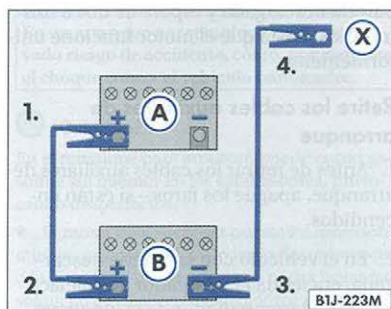

Fig. 159 Secuencia de conexión de los cables auxiliares de arranque
3. Conecte un extremo del cable auxiliar de arranque rojo al terminal positivo ⇒ fig. 159 (+) del vehículo con la batería descargada ⇒ fig. 159 (1A) ⇒ ⚠.
4. Conecte el otro extremo del cable auxiliar de arranque rojo al terminal positivo ⇒ fig. 159 (+) del vehículo que suministrará la corriente ⇒ fig. 159 (2B) ⇒ ⚠. ▶
5. Conecte el otro extremo del cable auxiliar de arranque **negro** al terminal negativo ⇒ página 207, fig. 159  del vehículo que suministrará la corriente  ⇒ página 207, fig. 159.
6. Conecte el otro extremo del cable **negro** en el vehículo con la batería descargada a una pieza maciza ⇒ página 207, fig. 159 , firmemente atornillada al bloque del motor, pero evitando estar en las proximidades de la batería ⇒ .